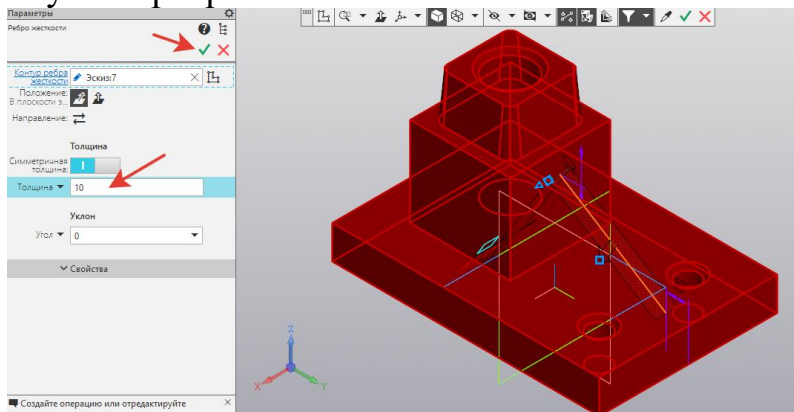

Рисунок 22.
21. На инструментальной панели **Элементы тела** - выбрать  **Ребро жесткости**. В **Параметрах** задать **Толщина - 10**. **Создать объект**  (рисунок 22). Получили ребро жесткости.